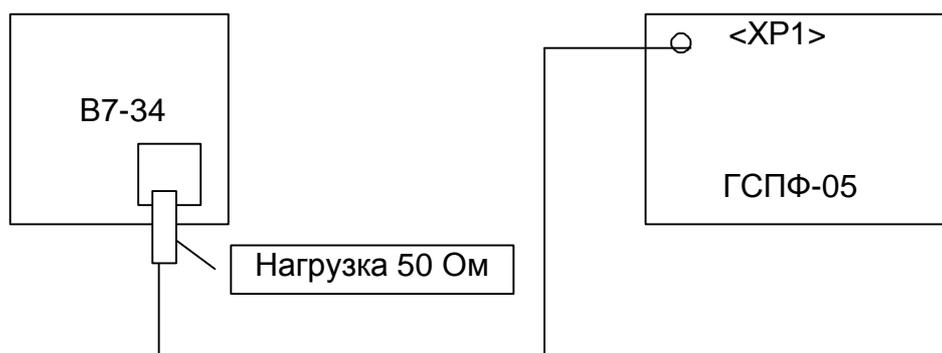

Рис. 7. 16
7.5.3.11.1 Собирается измерительная схема так, как показано на Рис. 7. 16.